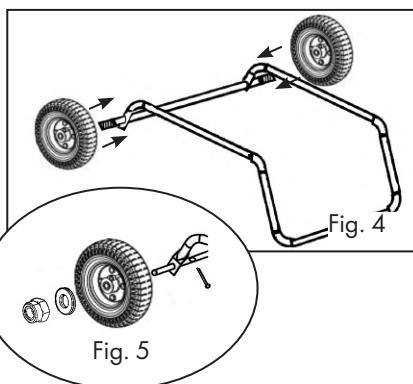

Fig. 4
- Spingere una ruota (4) ciascuna a sinistra e a destra sull'asse delle ruote (2), Fig. 4
- Quindi far scorrere una rondella (C) su ciascun asse della ruota con la ruota.
- Avvitare la ruota e la rondella sull'asse della ruota con il dado di fissaggio (C).
L'aria esterna fredda viene aspirata nell'unità dalla ventola. Lo scambiatore di calore è completamente isolato dal flusso dell'aria di mandata. I gas di scarico e il vapore acqueo prodotti durante la combustione non si mescolano con l'aria calda soffiata nel locale. I due prodotti dei fumi vengono scaricati all'esterno attraverso un camino, vedi Fig.4. L'efficienza degli apparecchi con camino è leggermente inferiore a quella dei riscaldatori diretti senza camino. Nel caso di apparecchi indiretti con camino, a seconda del modello, il 5-9% dell'energia di riscaldamento, insieme ai gas di scarico e al vapore acqueo, viene scaricato attraverso il camino all'aria aperta. Se l'efficienza dei riscaldatori diretti senza camino è del 100%, quella dei riscaldatori indiretti con camino si aggira intorno al 91-95%.